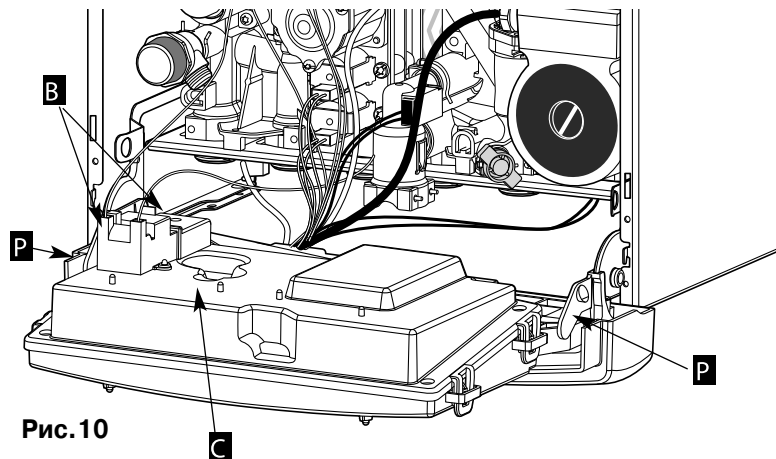
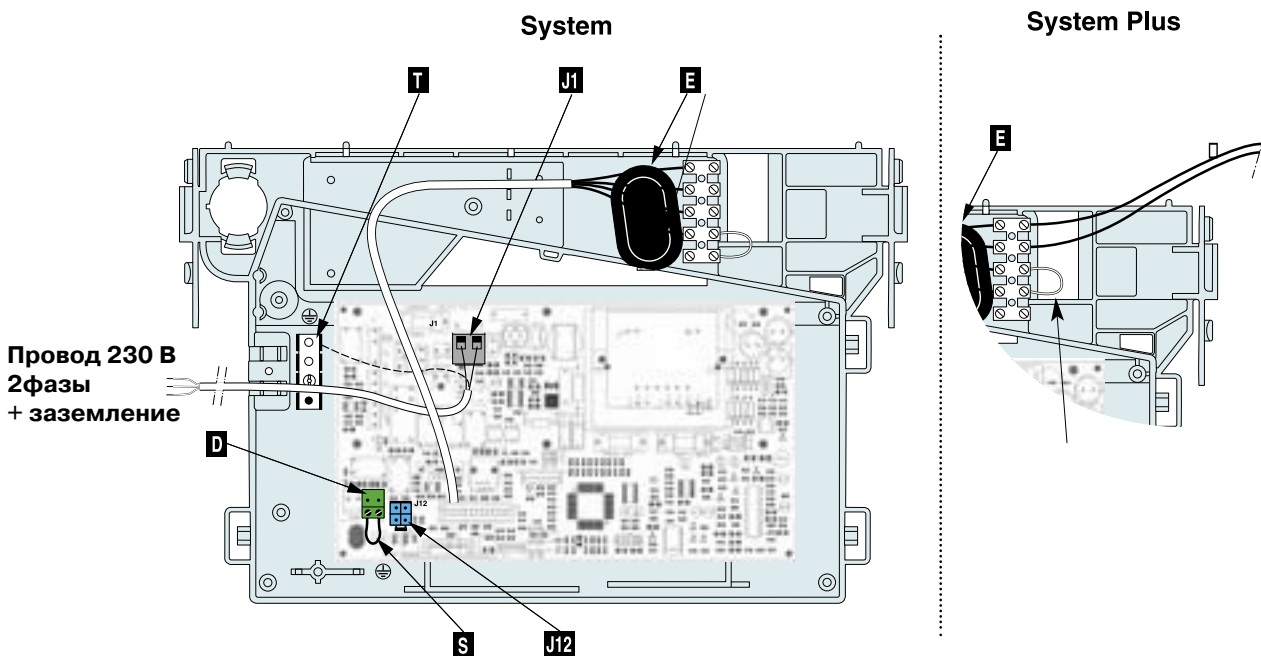

Рис. 10
Рис. 11
- Напряжение 230 В и заземление. Подключение осуществляется при помощи провода “2 фазы + заземление”, который поставляется вместе с аппаратом и соединен с клеммной коробкой **J1** (рис. 11).
При помощи отвертки откройте клеммную коробку **D** (рис. 11).
- открутить винты **B** и снять крышку **C** (рис. 10);
Разъём **J12** (рис. 11) предназначен для подключения программатора (опция, см. соответствующую инструкцию).
Отключите электропитание котла, снимите кожух, откройте блок, нажав на два фиксатора **P** (рис. 10): органы регулировки находятся на электронной плате за заглушкой **E** (рис. 11).